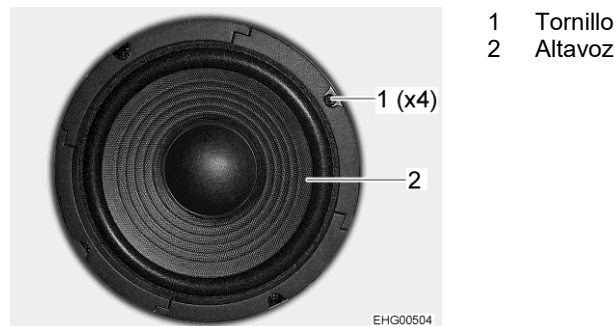

Fig. 130 Altavoz en los modelos I
- Desenroscar los 4 tornillos (Fig. 130,1) y quitar el altavoz (Fig. 130,2) con precaución.